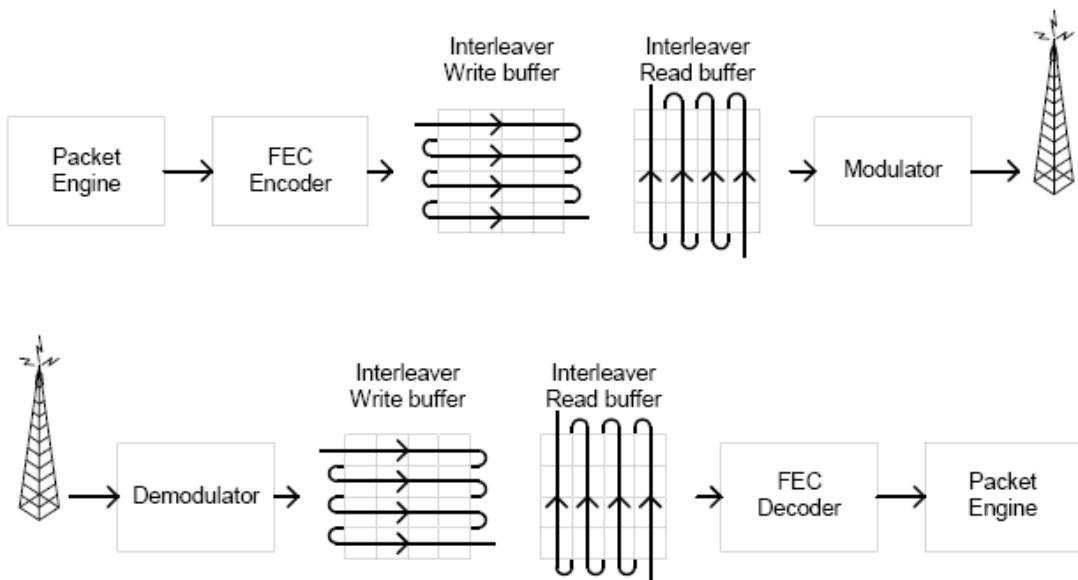

图 19 矩阵交错的基本原则
**CC1100E** 采用矩阵交错，如图 19 所示。片上交错与反交错缓冲为  $4 \times 4$  矩阵。在发送器中， $\frac{1}{2}$  比率卷积编码器的数据位被写入该矩阵的行，而待发送的位序列则从该矩阵的列读取出来。相反，在接收机中，接收到的符号被写入矩阵的行，而传送给卷积解码器的数据则从矩阵的列读取出来。